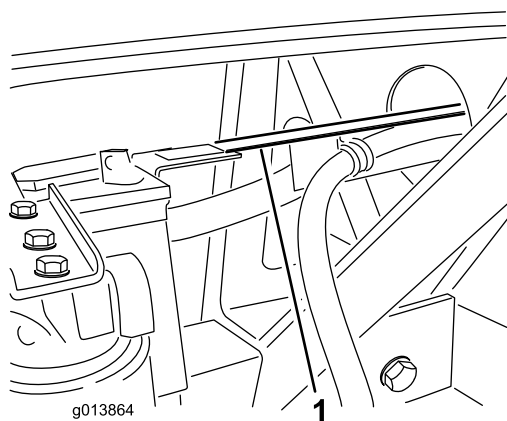

Figure 10
34. Le guide de flexibles doit reposer sur la patte parant du montant vertical du support de la batterie (Figure 10). Si les trous dans le guide de flexibles ne correspondent pas aux trous dans la patte du support de batterie, vous pouvez ajuster la longueur du guide en desserrant les boulons qui le fixent au support du réservoir hydraulique et en le faisant coulisser en avant ou en arrière selon le cas.
35. Fixez le guide de flexibles à la patte du support de batterie avec 2 boulons ($\frac{1}{4}$ " x $\frac{3}{4}$ ") et contre-écrous à embase (**Figure 10**).